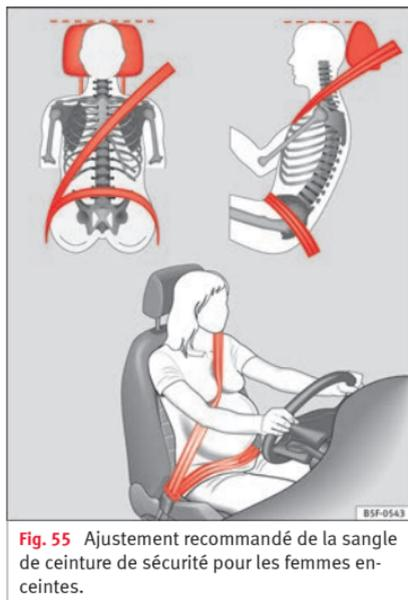

Fig. 55 Ajustement recommandé de la sangle de ceinture de sécurité pour les femmes enceintes.
- La sangle baudrier de la ceinture de sécurité doit passer au milieu de l'épaule, jamais sur le cou. La ceinture de sécurité doit s'appliquer bien à plat sur le buste et l'enserrer fermement »» fig. 55.
doit s'appliquer bien à plat sur le bassin et l'enserrer fermement »» fig. 55. Le cas échéant, resserrez légèrement la sangle.